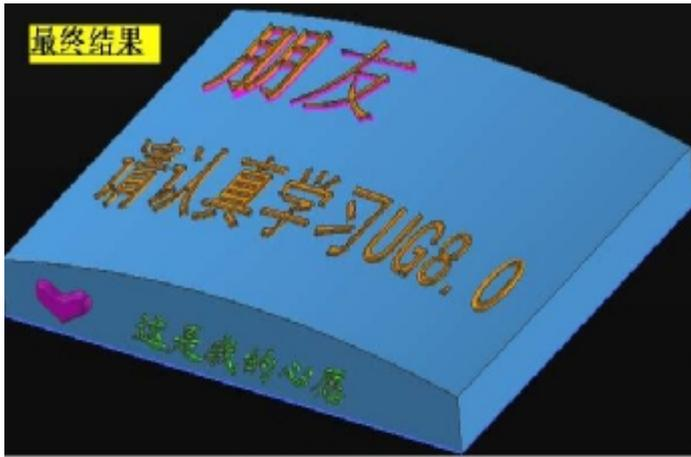
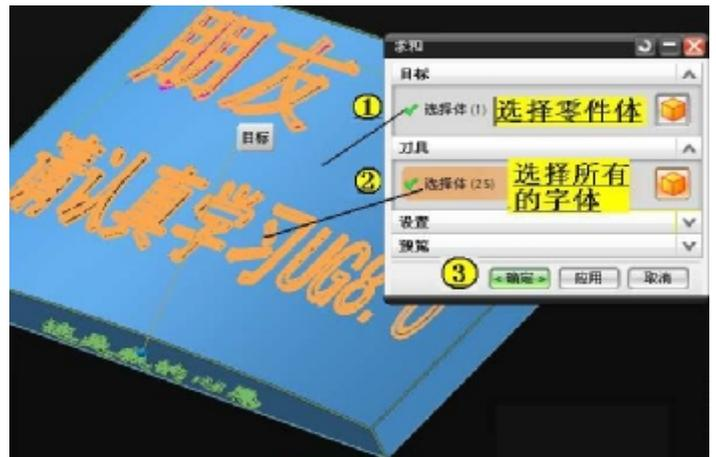

图kkezi17
图kkezi18
- 9, 给字体做必要的圆角：点击主菜单栏中的 **插入(S)** → **细节特征(L)** → **边倒圆(R)** 命令弹出 **边倒圆** 对话框：先在字体的尖角部位导出圆角，以防止加工不出来：在对话框中输入 2，选择夹角部位的边点击应用按钮即可在此处形成圆角，下图 kkezi17 所示。使用同样的方法导出所有尖角部位成为圆角，然后再使用同样的方法，导出所有字体的上边缘线为圆角（上边缘线为圆角也为 2）。其最终的结果如下图 kkezi18 所示。